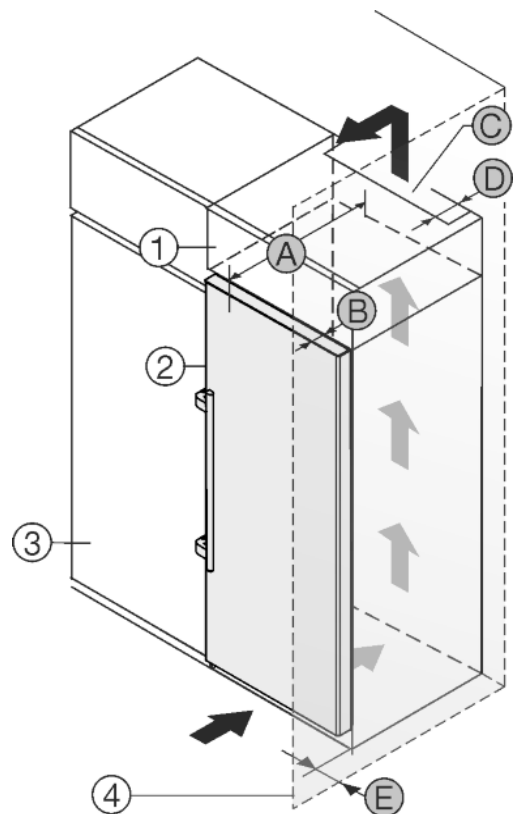

Fig. 24
Het apparaat kan in keukenkasten worden ingebouwd. Om het apparaat *Fig. 24 (2)* aan de hoogte van het keukenblok aan te passen, kan boven het apparaat een opzetkast *Fig. 24 (1)* worden aangebracht.
Het apparaat kan direct naast de keukenkast *Fig. 24 (3)* worden geplaatst. Om de deuren volledig te kunnen openen, moet het apparaat overeenkomstig de diepte *Fig. 24 (B)* t.o.v. het keukenkastfront uitsteken. Afhankelijk van de diepte van de keukenkast en het gebruik van de wandafstandshouders kan het apparaat verder uitsteken.
- Aan de achterzijde van de opzetkast moet een luchtafvoerkanaal met de diepte *Fig. 24 (D)* over de volledige breedte van de opzetkast aanwezig zijn.
- Onder het plafond moet de ventilatiedoorsnede *Fig. 24 (C)* worden aangehouden.
Wanneer het apparaat met de scharnieren naast een wand *Fig. 24 (4)* wordt geplaatst, moet de afstand *Fig. 24 (E)* tussen apparaat en wand worden aangehouden. Dit komt overeen met de uitsteekmaat van de handgreep bij geopende deur.